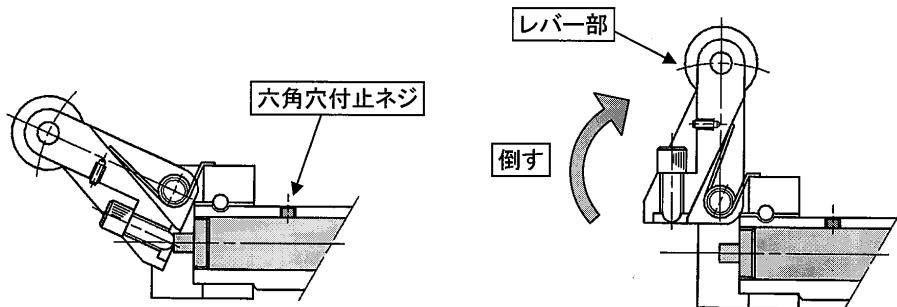

図11
①ショックアブソーバを交換する場合は、ピストンロッド部の六角穴付止メネジ（M3）を緩め（目安：一回転程度）、レバーを倒してください。（図11参照）